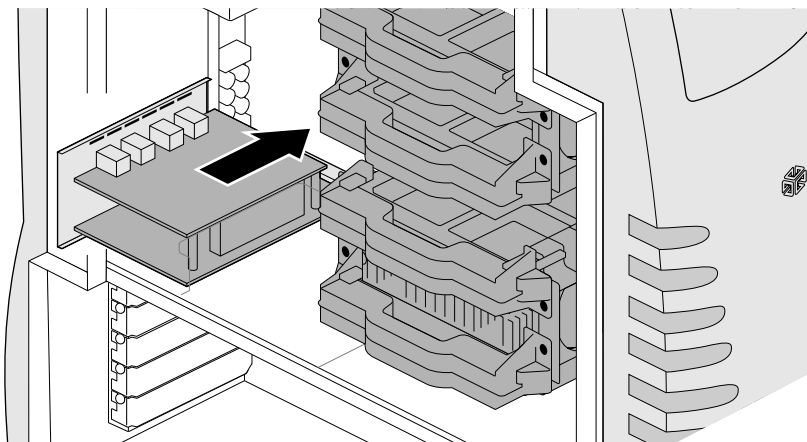

Figura 5-18 Deslizando a placa SD1100 da Silicon Graphics para conectá-la à placa do sistema
12. Segurando a placa alinhada com o painel de E/S, empurre devagar e com firmeza a placa SD1100 da Silicon Graphics para dentro do conector da placa do sistema. Verifique se a extremidade da placa que está mais próxima ao conector da placa do sistema se encaixou nos slots ou nas lingüetas que a fixam no chassi. Veja a Figura 5-18.